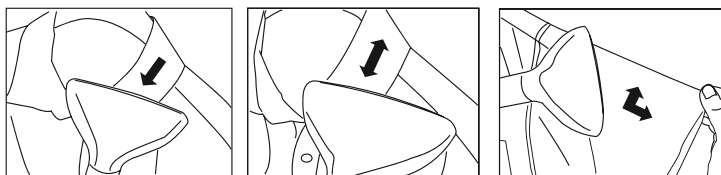

Figura 9
4. Sujete el mango y coloque la boquilla de vapor en la parte inferior. Poco a poco la deriva de arriba a abajo en el cuello. Luego, lentamente, de izquierda a derecha como se muestra en la (Figura 9). Repita hasta que el cuello suaviza.